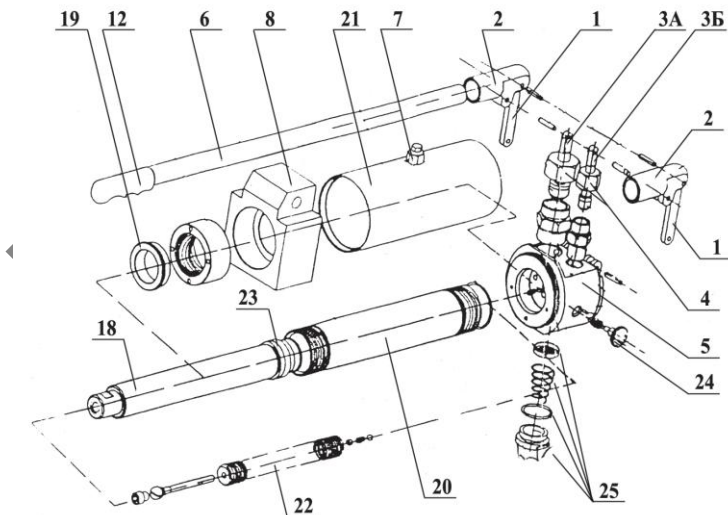
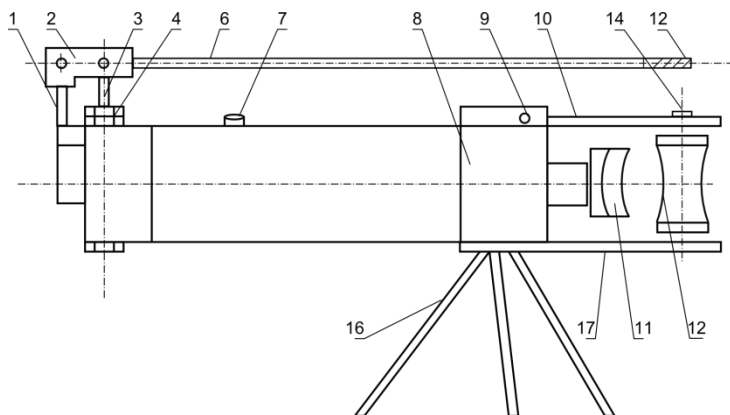

Рис.1
Рис. 2
Трубогиб ручной (ТГ) с встроенными гидронасосами (см. Рис.1, Рис. 2) состоит из корпуса с рабочим цилиндром (5), верхней траверсы (10), нижней траверсы (17), упоров (13), 3-х опор (16), рукоятки насосов низкого и высокого давления (6) (ТГ-1 имеет один насос) и прилагаемых шаблонов (11). На нижней стороне корпуса (5) находится сливная пробка масляного резервуара с прижимной пружиной, уплотнительным кольцом и фильтром (25). Сетчатый фильтр прижимается к корпусу (5) пружиной, чем обеспечивается проход очищенного масла из масляного резервуара во всасывающую полость насоса.
1 – ограничительный рычаг рукоятки насоса	2 шт (Рис. 1,2)
2 – держатель рукоятки насоса	2 шт (Рис. 1,2)
3А – шток насоса высокого давления	1 шт (Рис. 1,2)
3Б – шток насоса низкого давления	1 шт (Рис. 1,2)
4 – прижимная гайка плунжера насоса	2 шт (Рис. 1,2)
5 – корпус насосов высокого и низкого давления	1 шт (Рис. 1,2)
6 – рукоятка насоса	1 шт (Рис. 1,2)
7 – заливная горловина с пробкой масляного резервуара	1 шт (Рис. 1,2)
8 – корпус трубогиба	1 шт (Рис. 1,2)
9 – палец	1 шт (Рис. 2)
10 – верхняя траверса	1 шт (Рис. 2)
11 – шаблон	1 шт (Рис. 2)
12 – резиновый наконечник рукоятки	1 шт (Рис. 2)
13 – упор	2 шт (Рис. 2)
14 – ось упора	2 шт (Рис. 2)
16 – опора	3 шт (Рис. 2)
17 – нижняя траверса	1 шт (Рис. 2)
18 – шток трубогиба	1 шт (Рис. 1)
19 – резиновое уплотнительное кольцо	1 шт (Рис. 1)
20 – рабочий цилиндр трубогиба	1 шт (Рис. 1)
21 – масляный резервуар трубогиба	1 шт (Рис. 1)
22 – возвратная пружина штока трубогиба	1 шт (Рис. 1)
23 – манжета	1 шт (Рис. 1)
24 – выпускной клапан трубогиба	1 шт (Рис. 1)
25 – сливная пробка масляного резервуара с прижимной пружиной, уплотнительным кольцом и фильтром	Рис. 1